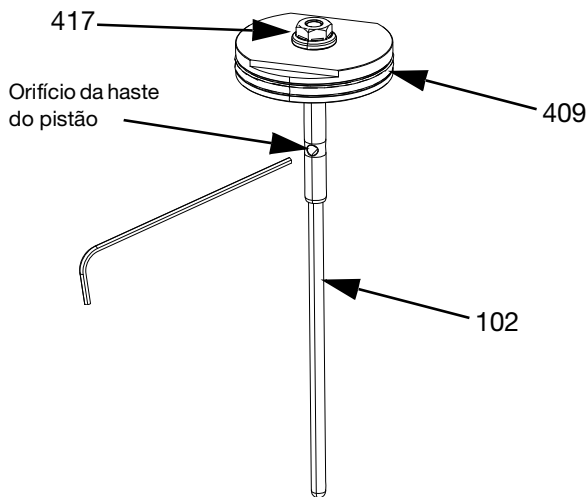

FIG. 20
- b. Coloque as partes planas do pistão (409) num torno com a haste do pistão virada para cima. Desenrosque a haste do pistão (410) do pistão (409).
- c. Inspeccione o pistão (409) e a haste do pistão (410) quanto a danos. Substitua, caso seja necessário.
7. Para válvulas com conjunto de bico com vedante do bico (FIG. 20):
- a. Coloque uma chave Allen através do orifício do conjunto do bico (102) e desenrosque a porca (417) com uma chave ajustável ou de bocas de 7 mm.
- b. Coloque as partes planas do pistão (409) num torno com a haste do pistão virada para cima. Desenrosque o conjunto do bico (102) do pistão (409).
- c. Inspeccione o pistão (409) e o conjunto do bico (102) quanto a danos. Substitua, caso seja necessário.